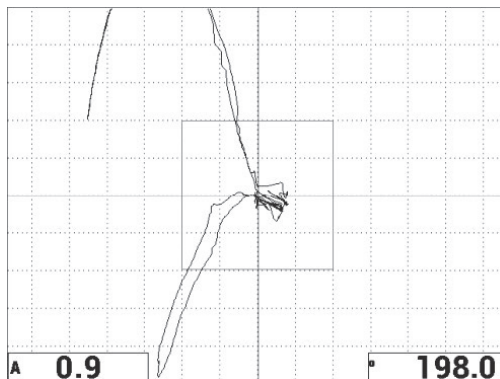

図 6-10 XY フライングドットの振幅 (A) と位相 (°)
XY フライングドットの振幅 (A) と位相 (°) に測定値がリアルタイムで表示されます (139 ページの図 6-10 参照)。リアルタイム測定値の変更方法については、68 ページの「リアルタイムリーディングの表示」を参照してください。